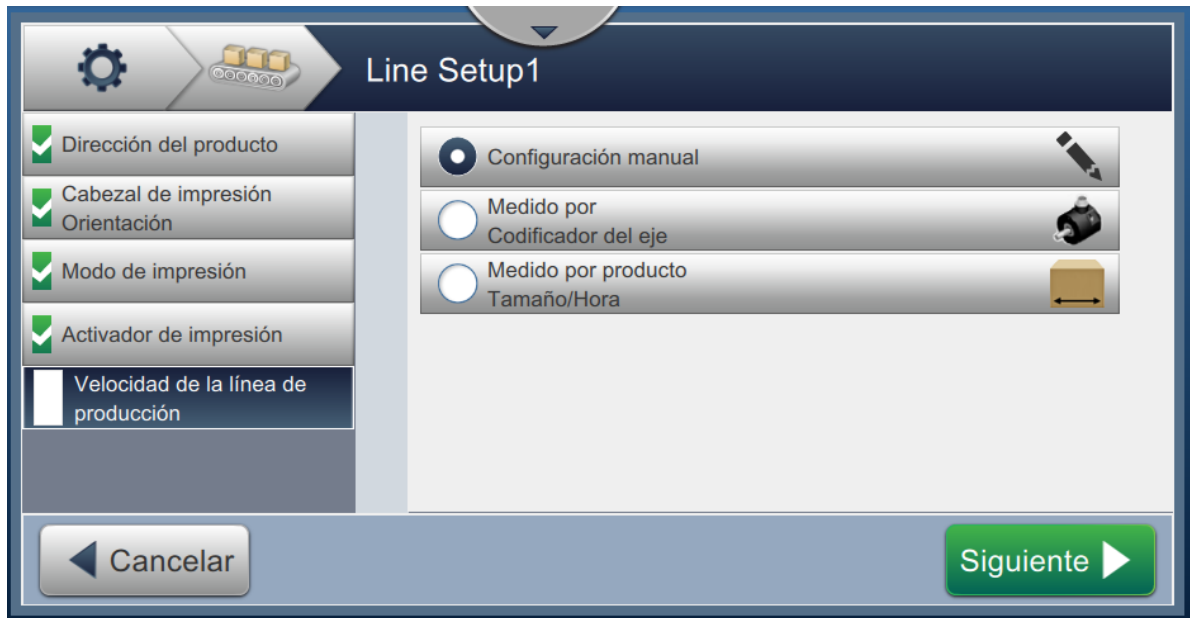

Figura 6-35. Velocidad de la línea: Medido por Codificador del eje
2. Cambie los parámetros deseados en la pantalla Configuración, como se muestra en la Figura 6-35.